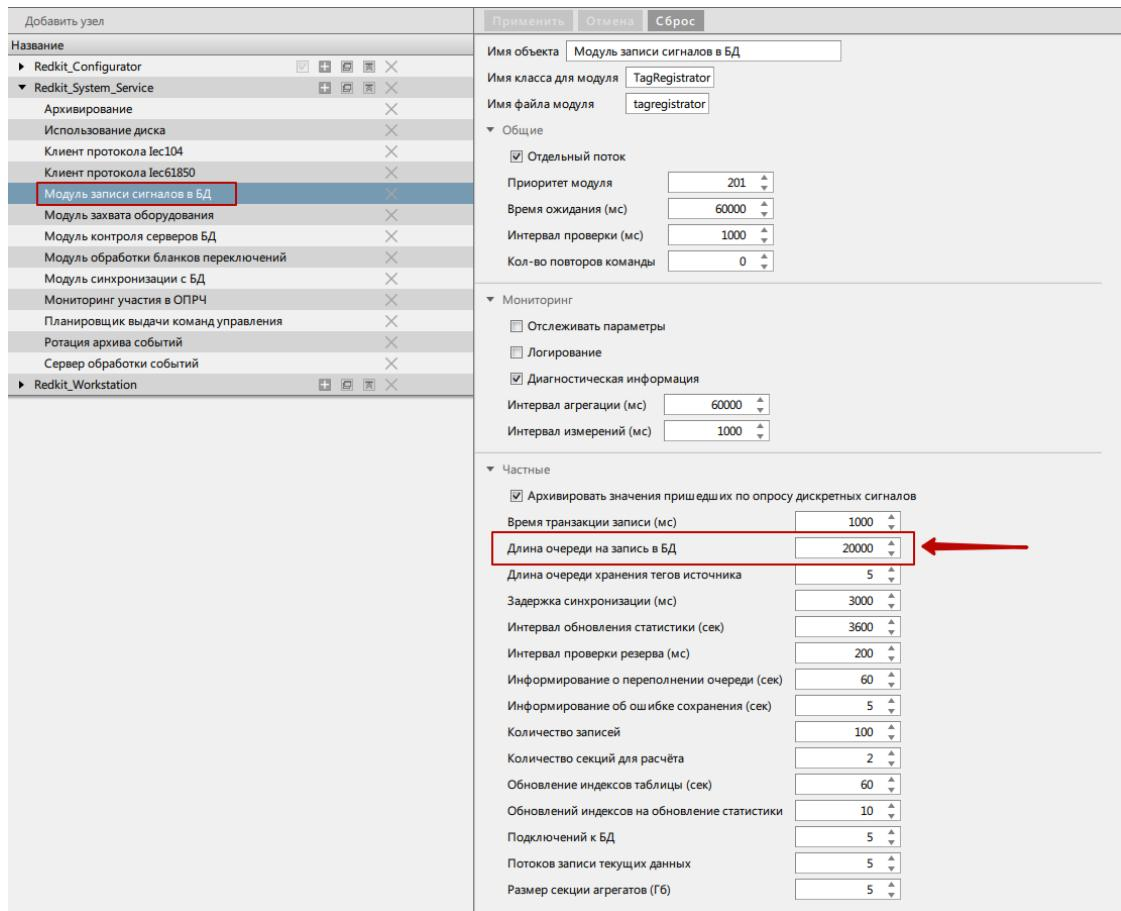

Рисунок 341 - Увеличение длины очереди тегов
7. На этой же вкладке в сервисных узлах (*Redkit\_System\_Service* или *Redkit\_Master* и *Redkit\_Slave*, в зависимости от типа конфигурации) выберите **Модуль записи сигналов в БД**, найдите строку «Длина очереди на запись в БД» и увеличьте текущее значение до 20 000 тегов (Рисунок 341). Для сохранения изменений нажмите **Применить**.